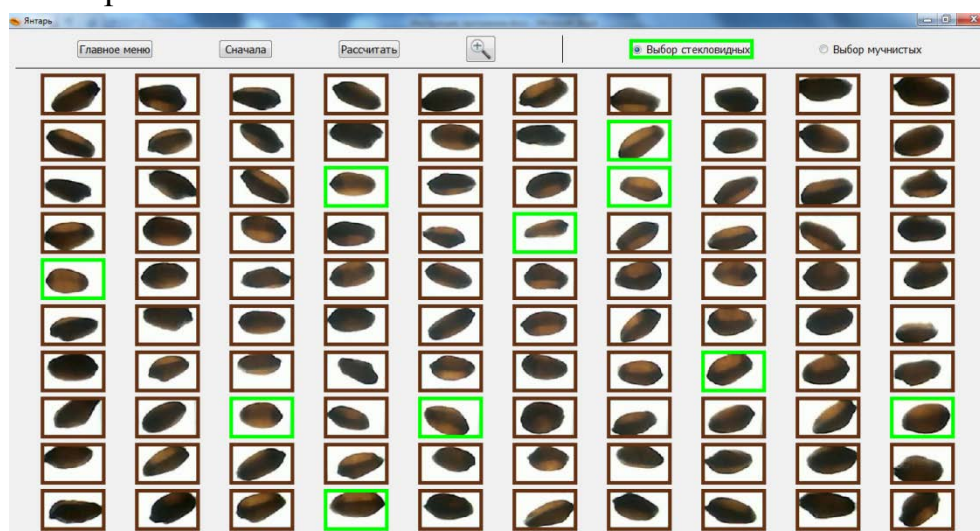

Рисунок 6.4. Выбор стекловидных зерен.
- выбрать все стекловидные зёрна, щёлкнув по каждому один раз. Каждое зерно после щелчка выделяется зелёной рамкой (Рисунок 6.4). Если необходимо отменить выбор, то следует повторно щелкнуть по изображению выбранного зерна.